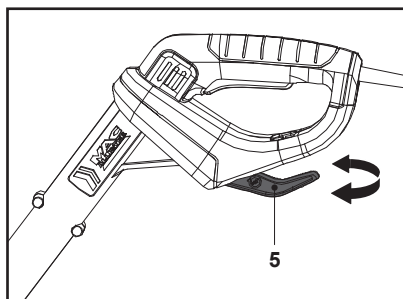

Fig. 29
3. Rentrer le protecteur de plantes (13) si nécessaire.
4. Faire pivoter le support de câble (rotatif) (5) et s'assurer que l'extrémité du support de câble (rotatif) (5) est orientée vers l'arrière (Fig. 29).